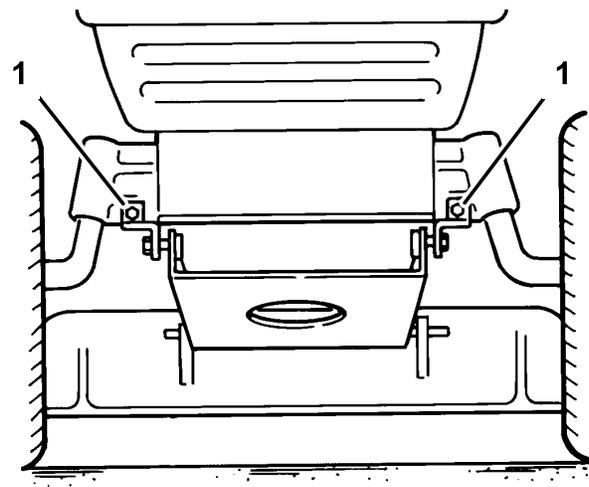

Figure 38
14. Enlevez les 2 supports de pivot du plateau de coupe de l'essieu avant (Figure 38).
11. Fixez les supports de pivot du plateau de coupe à l'essieu avant à l'aide des boulons et contre-écrous (Figure 38).